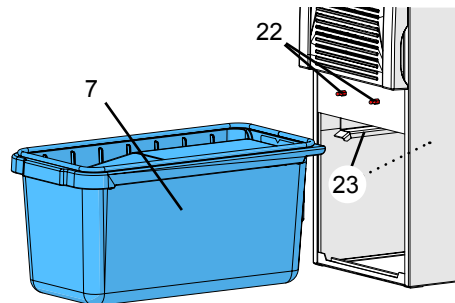

Fig. 16
- ⇒ Verifique se os vedantes da gaveta do pó (24) apresentam danos e, se necessário, substitua-os.
- ⇒ Introduza a gaveta a direito até ao batente. Verifique se a gaveta fica bem colocada nas guias (23, Fig. 16).
- ⇒ Engate a parte inferior do painel frontal (5, Fig. 1) e pressione em cima, contra as cavilhas (22, Fig. 16), até encaixar.